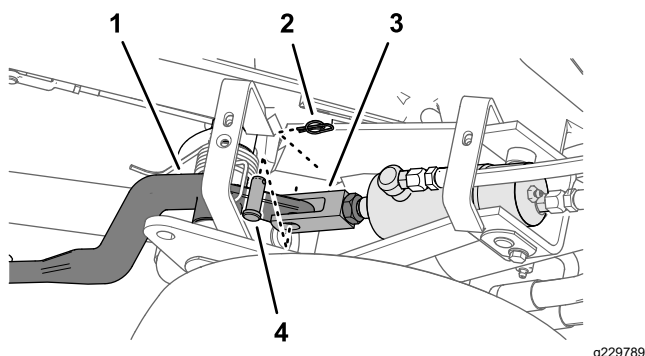
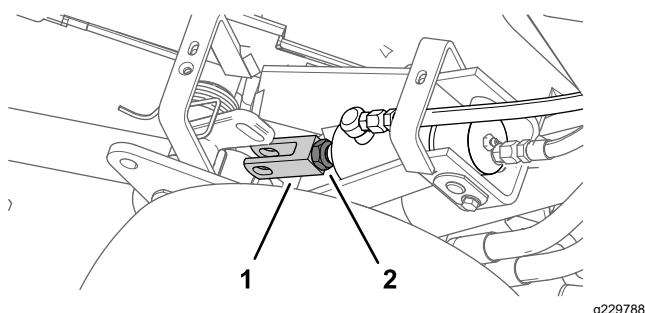

Figura 52
Figura 53
3. Afloje la contratuerca que sujeta la horquilla al cilindro de la unidad de corte que debe ser ajustada (Figura 52).
- Retire la chaveta y el pasador de horquilla (Figura 52)
- Gire la horquilla hasta obtener la altura deseada (Figura 53).
- Monte la horquilla en el brazo de elevación con el pasador de horquilla y la chaveta, y apriete la contratuercas (Figura 52 y Figura 53).